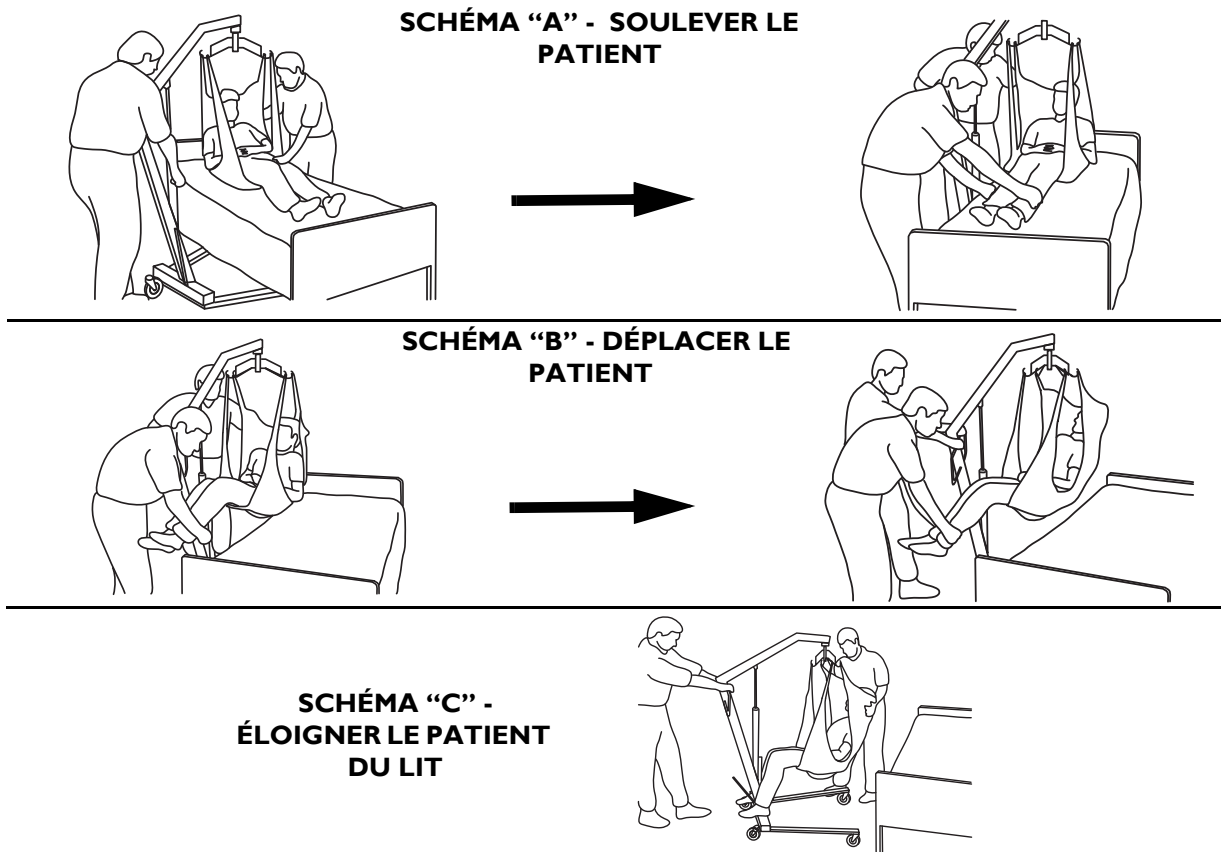

FIGURE 7.1 Soulever/Déplacer le Patient
Pour cette procédure, se référer à la FIGURE 7.1.
2. Lorsque le patient est soulevé du lit, (la tête du patient supportée par la toile ou/et par l'assistant), il sera soulevé en position assise (Schema "A", FIGURE 7.1).
3. Une fois le patient soulevé au-dessus du lit, faire pivoter ses pieds à l'extérieur du lit (Schema "B", FIGURE 7.1).
5. Lorsque vous éloignez le patient du lit, le tourner de façon à ce qu'il soit face à l'assistant qui fait fonctionner le lève-patient (Schema "C", FIGURE 7.1).